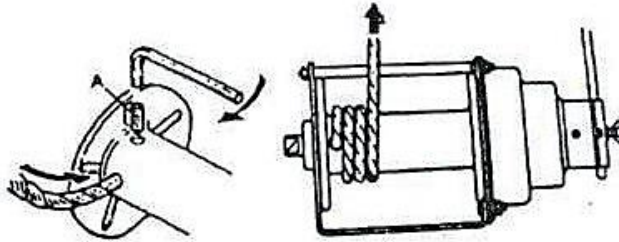

Рисунок 2
**Монтаж троса для лебедки 0,5 т** (см. рисунок 2) - Ослабьте фиксирующий болт или установочный винт и вставьте конец троса в барабан на 57 мм до конца троса. Плотнo затяните болт до требуемого крутящего момента.